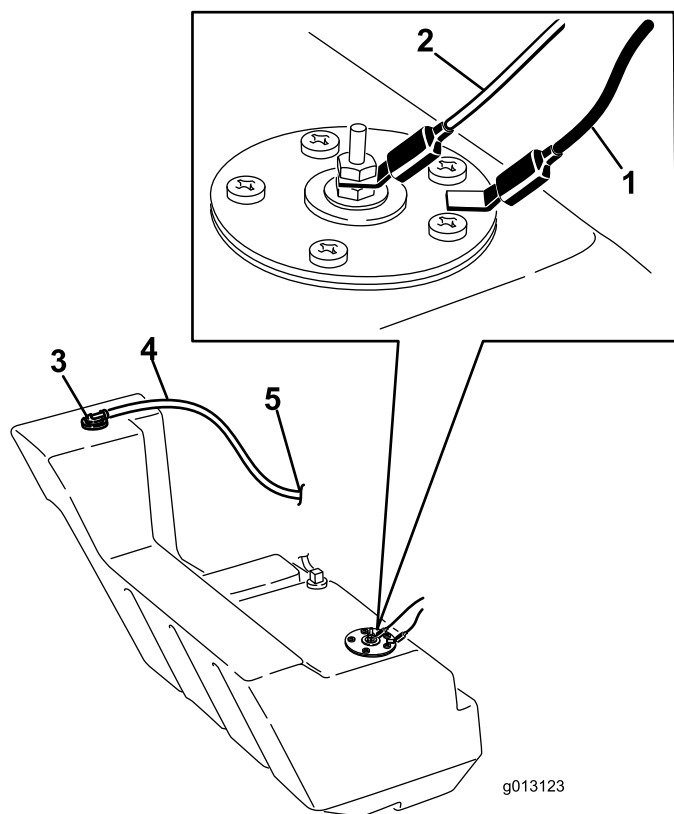

Рисунок 59
11. Отсоедините два провода, идущих к правой стороне бака (Рисунок 59).
20. На правой стороне бака подсоедините оранжевый провод к центральному штырю, а черный провод к наружному штырю (Рисунок 59).